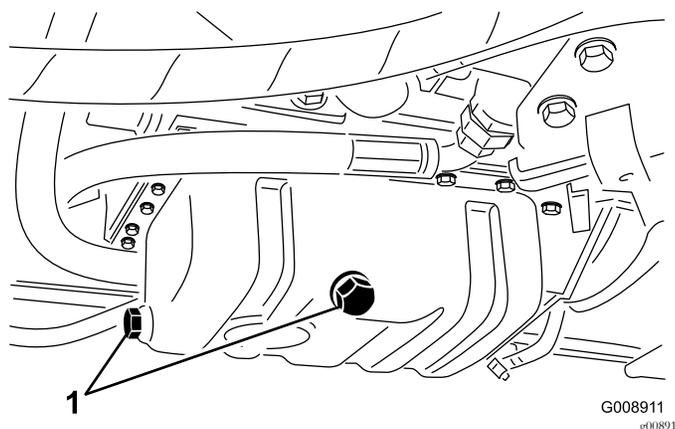

Рисунок 64
1. Снимите любую пробку сливного отверстия (Рисунок 64) и дайте маслу стечь в сливной поддон;